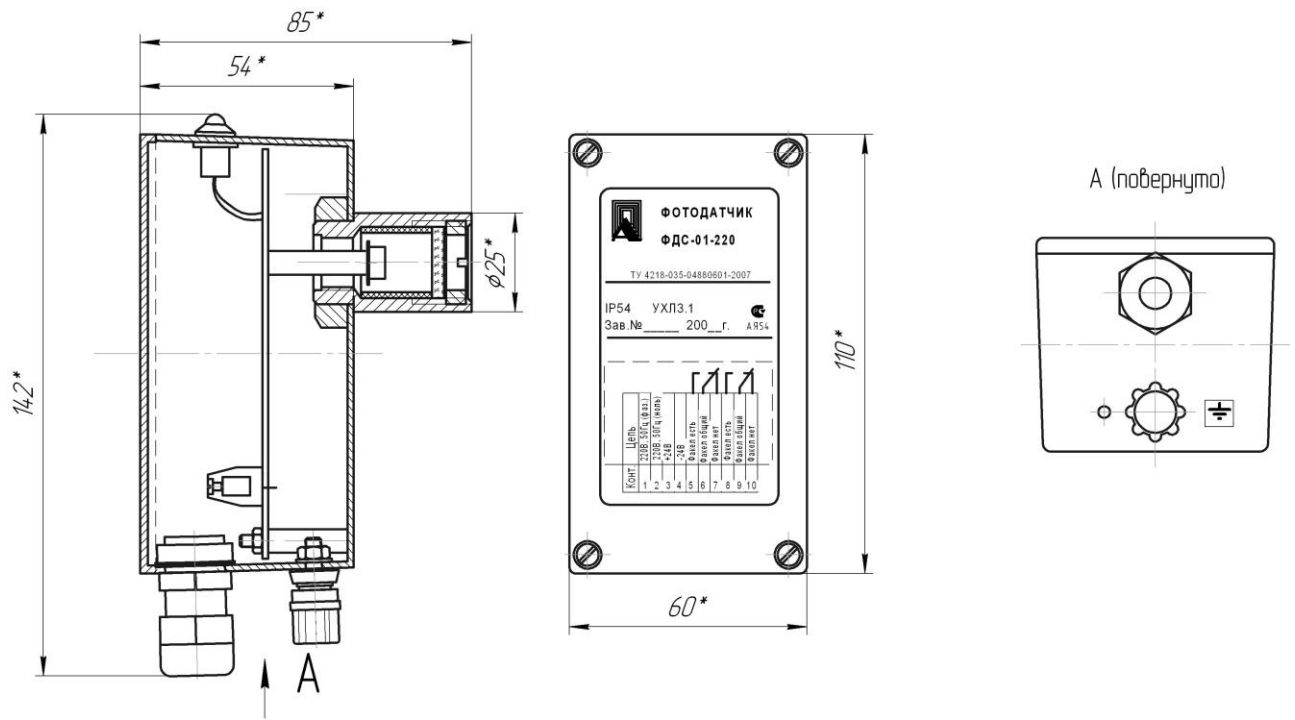
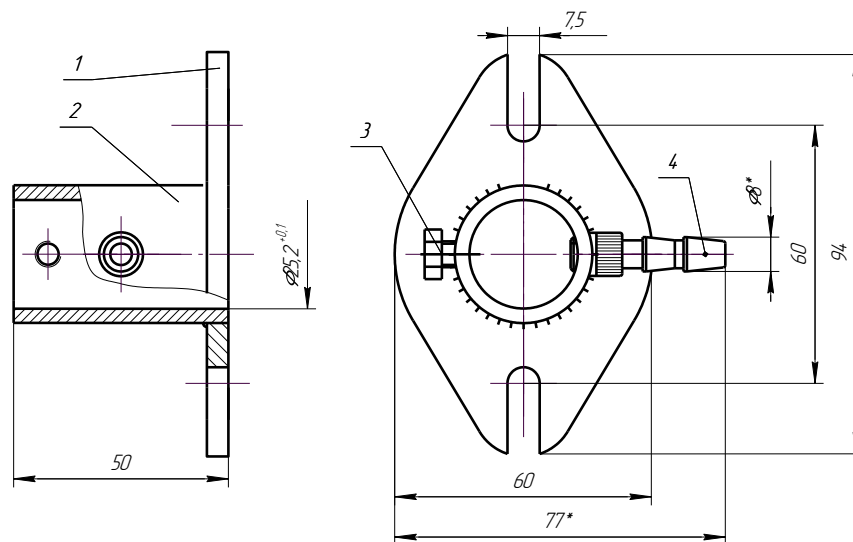

Рис.2 Конструкция фотодатчика
Рис.4 Фланец монтажный
7.3. На корпусе расположен заземляющий зажим, поз.6 Рис.2., отмеченный знаком заземления.
9.1.2. Механическое крепление фотодатчика на объекте возможно на любой плоскости монтажным фланцем с обдувом воздухом Рис.4, с помощью винтов и гаек М5 или иным способом, используя установочный размер $\varnothing 25$ бленды поз.9 Рис.2.
1. Подключение внешних проводов к колодке клеммной поз.5 производить при ослабленной накидной гайке ввода кабельного поз.4 Рис.2.
10.2. При эксплуатации техническое обслуживание сводится к регулярному (в зависимости от запыленности помещения) поддержанию чистоты защитного окна, поз.3 Рис.2 и ежедневной проверке фотодатчика на функционирование в составе основного оборудования по состоянию светового индикатора.